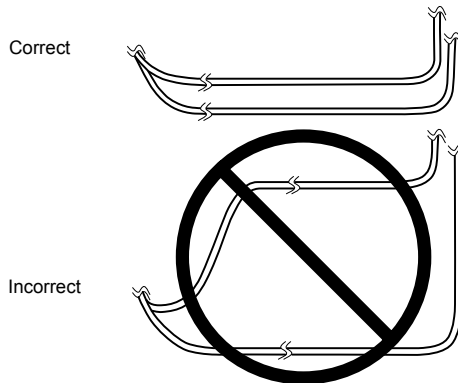

Figure 5. Tunnellisation des deux corps des électrodes.
- Lors de la tunnellisation de deux corps des électrodes, s'assurer que la distance entre ceux-ci est réduite au maximum (Figure 5). Si les corps des électrodes sont tunnellisés en boucle et que le patient est exposé à des sources d'interférences électromagnétiques (systèmes de détection de vol, par exemple), il pourrait ressentir une augmentation temporaire de la stimulation, décrite comme inconfortable par certains patients (sensation de secousse ou de choc).